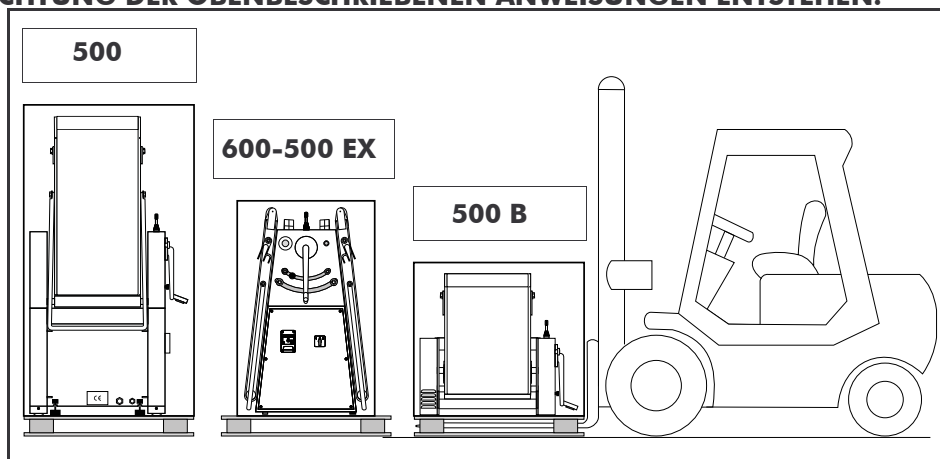

FIG. 4 (BEWEGUNG DURCH HUBWAGEN - AUF PALETTE VERPACKTE MASCHINE)
- 2- Sich laut FIG. 4 positionieren und die Hubwagengabeln sehr langsam in den zweckmäßigen Räumen auf der Palette einführen; dabei prüfen, dass die Gabeln von der entgegengesetzten Seite bei der Vorderseite herauskommen (FIG. 4);